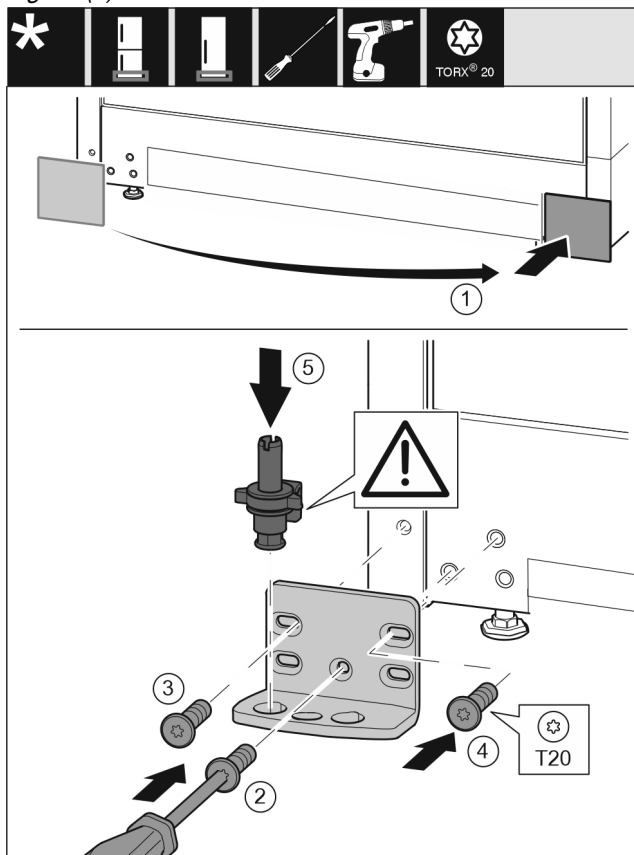

Fig. 16
- ▶ Skinite pokrov i postavite ga na drugoj strani. Fig. 16 (1)
- ▶ Postavite podložak ležaja na drugoj strani i zavijte pomoću odvijača T20. Započnite s vijkom 2 dolje u sredini. Fig. 16 (2)
- ▶ Pritegnite vijak 3 i 4. Fig. 16 (3,4)
- ▶ Kompletno umetnite podložak ležaja. Pri tome pazite da je ispučenje za blokiranje okrenuto prema otraga. Fig. 16 (5)